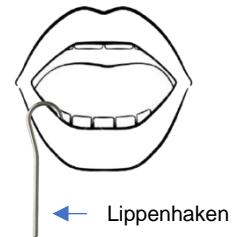

Abbildung 5
2. Hängen Sie den Lippensclip an der Lippe des Patienten ein - siehe Abbildung 5.